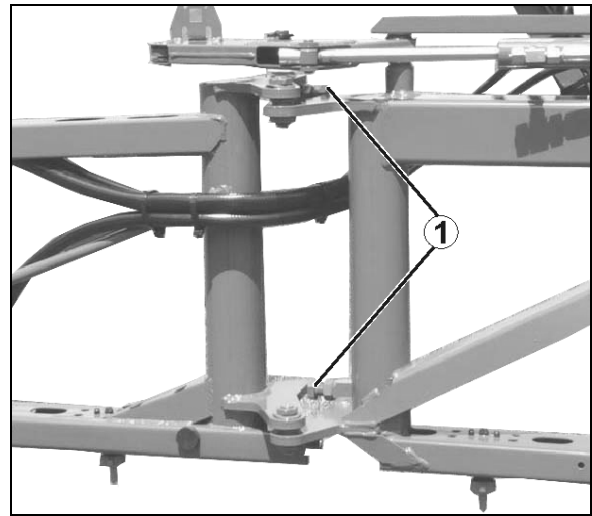

Bild 156
1. Lossa kontramuttern (Bild 156/1) Lossa kontramuttern.